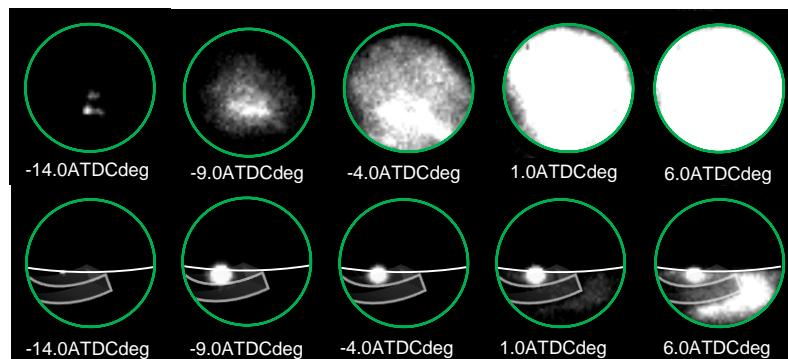

図3 レーザーブレークダウン着火（上）と火花点火の比較
- 窒素希釈率0%時の着火を比較すると、レーザーブレークダウン着火では、早期に着火核中心から火炎が大きく広がるのに対して、火花点火の場合は遅れてスパークプラグ先端付近で火炎が広がることを確認した（図3）。